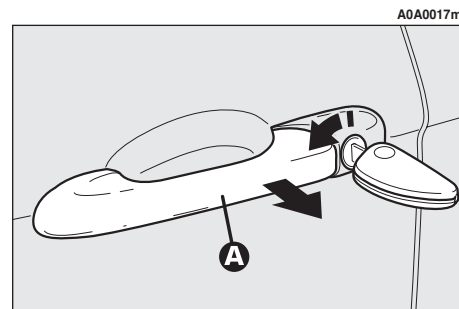

fig. 9
- Per aprire la porta del guidatore ruotare la chiave in senso orario, quindi estrarre la chiave e tirare la leva (**A**-fig. 9).